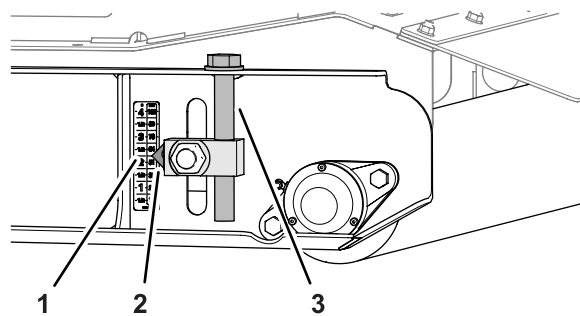

Figura 83
5. En el rodillo trasero, suba los ajustadores de altura de corte izquierdo y derecho hasta la marca de 57 mm (2 1/4") de la pegatina (Figura 83).